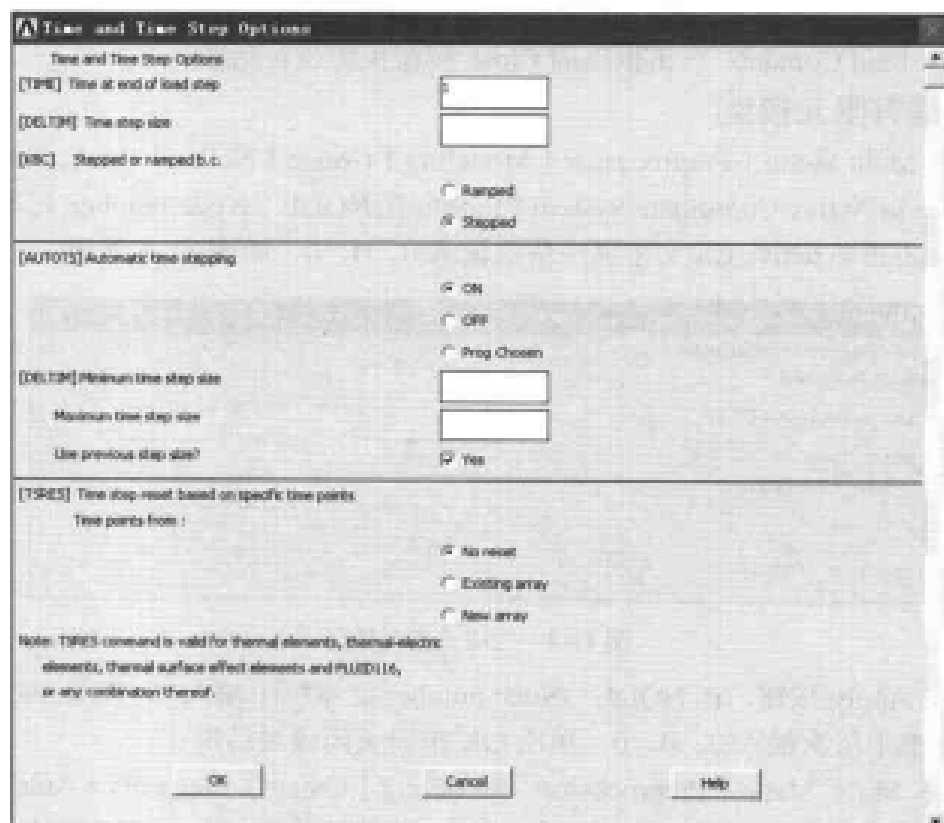

图 11-6 时间和时间步长设置对话框
(2) 选择 Main Menu | Solution | Load Step Opts | Time/Frequenc | Time —Time Step 命令，出现 Time and Time Step Options 对话框，在 [TIME] Time at end of load step 文本框中输入 1，在 [KBC] Stepped or ramped b.c.选项组中选中 Stepped 单选按钮，在 [AUTOTS] Automatic time stepping 选项组中选中 ON 单选按钮，如图 11-6 所示，单击 OK 按钮关闭该对话框。